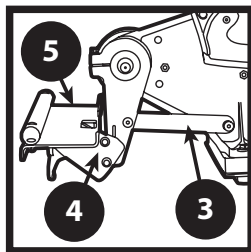

FIGURE 4
5. À l'aide d'une clé Allen de 3/16 po, retirer les deux vis du bloc de montage du bras de support de la table et fixer la table de support de lames de tondeuse. Fixer solidement en s'assurant de placer des rondelles sur la partie externe du support de la table de support de lames de tondeuse. (Figure 4)